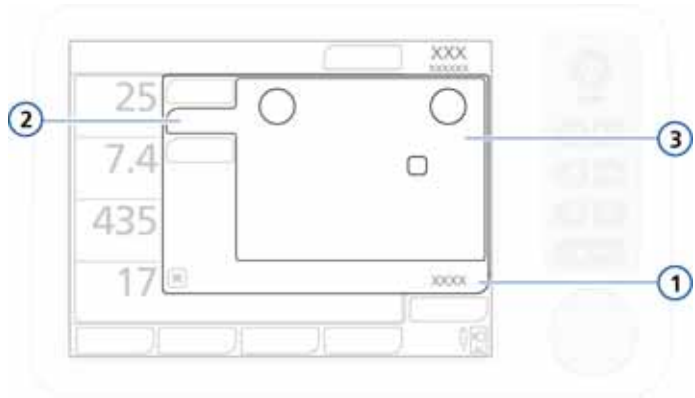

図 4-6. 拡張設定、換気設定ウィンドウ
3. [換気設定] -> [拡張設定] ウィンドウ (図 4-6) を開き、必要に応じてパラメータを選択して調整します。
2. [換気設定] → [拡張設定] ウィンドウ（図 4-6）を開き、必要に応じてパラメータを選択して調整します。